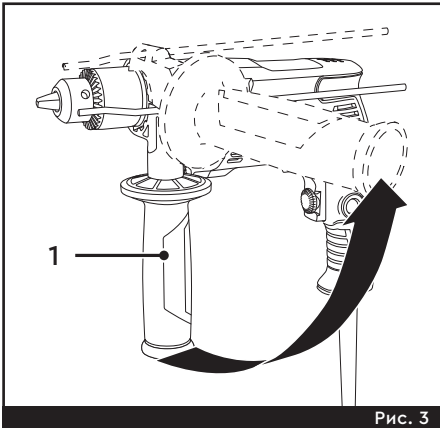
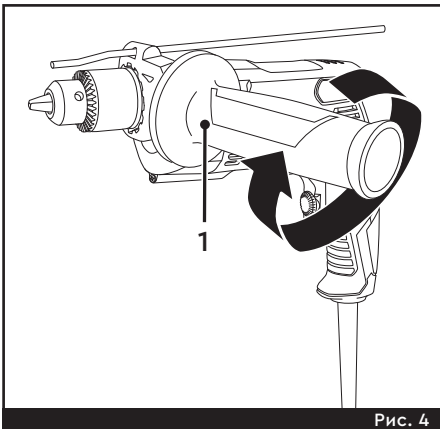

Рис. 3
Рис. 4
– Встановіть у зручне положення додаткову рукоятку (1) (Рис. 3), обертаючи її відносно корпусу електроінструмента, і зафіксуйте її положення, закрутивши рукоятку (1) (Рис. 4) в напрямку стрілки.